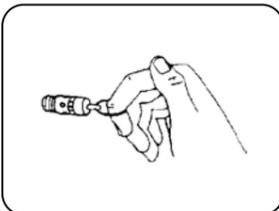

FIGURA 9.2
5. Verifique o funcionamento da válvula de segurança **2**, puxando a sua argola (Figura 9.2) utilizando o EPI adequado (óculos).
6. Abra o purgador **11** para drenar o condensado (água) do reservatório, colete o condensado em um recipiente. Assim que começar a sair somente o ar comprimido, feche o purgador, descarte o condensado conforme Capítulo - Orientações e Recomendações Ambientais, item 1.
- B. Verifique o funcionamento da válvula de segurança **2** (Figura 9.2).